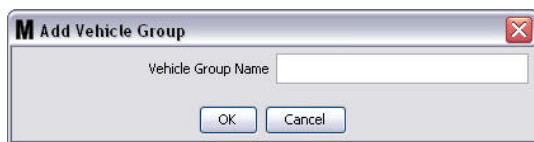

Рис. 152
3. Появится окно «Add Vehicle Group» [Добавить группу транспортных средств] (Рис. 152). В окне можно назначить имя группы для определения транспортных средств из группы. Нажмите кнопку «OK» [OK], чтобы закрыть окно и сохранить изменения.